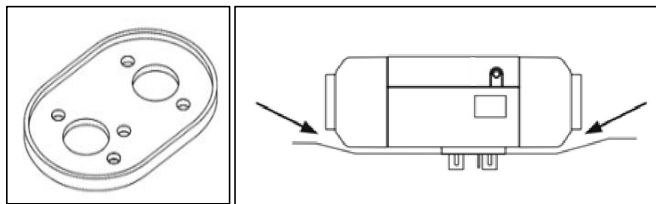

Рис. 3. Уплотнения основания нагревателя и установка
быть затянуты с моментом затяжки 6 Нм+1 Нм. Между отопителем и кузовом автомобиля должна быть установлена уплотнительная прокладка (Рис. 3). Каждый раз, когда нагреватель устанавливается или снимается, это уплотнительное кольцо необходимо заменять, а опорная поверхность основания нагревателя должна быть плоской. Максимальная неровность, которую может компенсировать уплотнительная прокладка, составляет менее 1 мм.
- Установите уплотнитель между нагревателем и опорной поверхностью, как показано на Рис. 3.